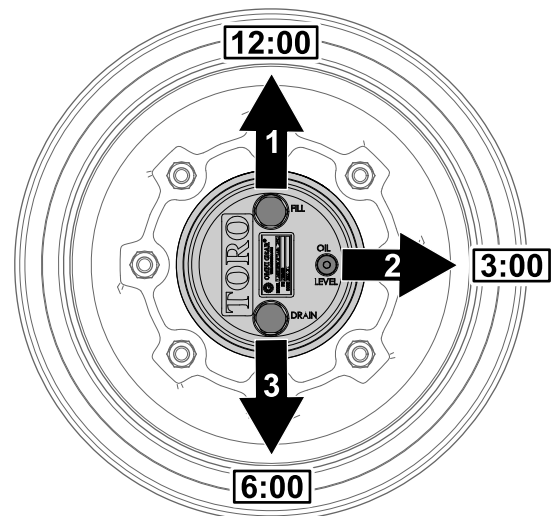

Figura 104
1. Parcai maina pe o suprafață plană și poziționați roata astfel încât buoul de umplere să fie în poziția corespunzătoare orei 12, buoul de verificare în poziția corespunzătoare orei 3 și buoul de golire în poziția corespunzătoare orei 6 (Figura 104).
- Îndepărtați buoul de verificare în poziția corespunzătoare orei 3 (Figura 104).
- Parcați maina pe o suprafață plană, poziționați roata astfel încât buoul de umplere să fie în poziția corespunzătoare orei 12, buoul de verificare în poziția corespunzătoare orei 3 și buoul de golire în poziția corespunzătoare orei 6; consultați Figura 104 din Verificarea